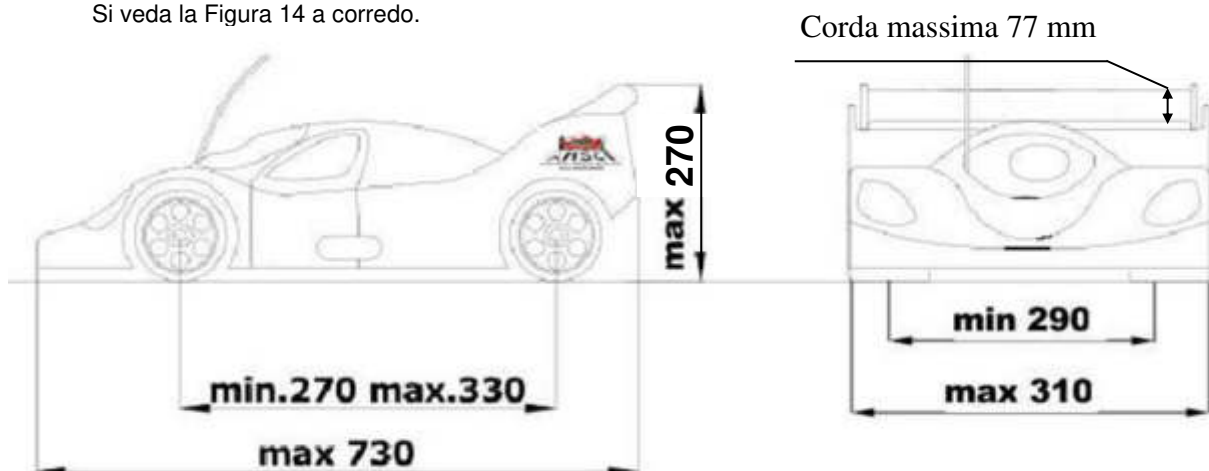

Figura 14: Dimensioni massime 1/8 GT
- Si veda la Figura 14 a corredo.
6.1.10 **ALETTONE** (si veda la Figura 14 di pagina 46):